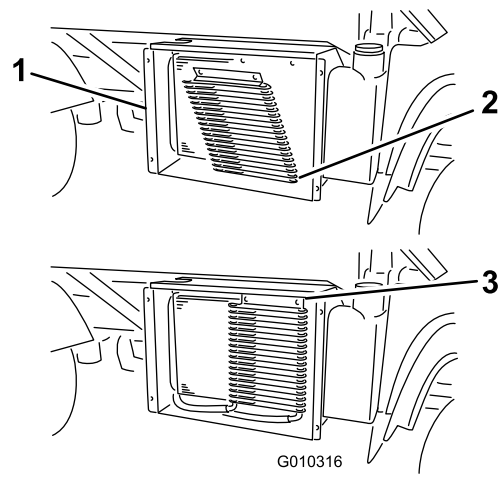

Figura 53
6. Se presenti, ruotate i fermi e spostate il refrigeratore dell'olio dal radiatore (**Figura 53**).